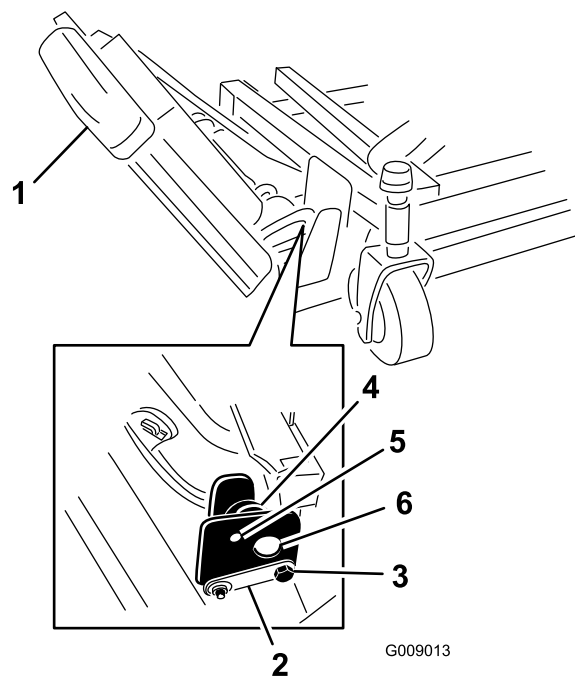

Figura 3
1. Retire as porcas que fixam os parafusos de paragem dianteiro e traseiro às montagens da plataforma lateral direita (Figura 3).
2. Enquanto segura a lateral direita, retire os parafusos de paragem dianteiro e traseiro das montagens da plataforma (Figura 3).